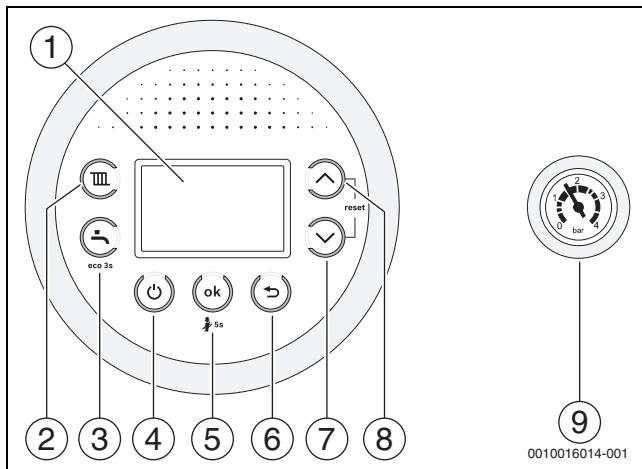

Fig. 1 Panoramica pannello di comando
- Spegnere l'apparecchio con il tasto  (→ fig. 1).